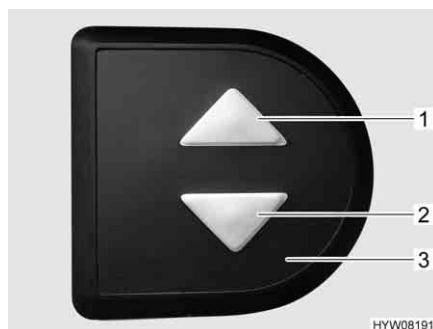

Fig. 89 Elemento di comando (letto basculante)
- Sull'elemento di regolazione (Fig. 89,3) premere contemporaneamente i due tasti freccia (Fig. 89,1 e 2) e tenerli premuti fino a quando il letto basculante non si è spostato completamente verso il basso. Una volta rilasciati i tasti viene emesso un segnale acustico di conferma.
- Sull'elemento di regolazione (Fig. 89,3) premere il tasto freccia inferiore (Fig. 89,2) e tenerlo premuto fino a quando il letto basculante non ha raggiunto la posizione finale in basso.
- Sull'elemento di regolazione (Fig. 89,3) premere il tasto freccia superiore (Fig. 89,1) e tenerlo premuto fino a quando il letto basculante non ha raggiunto la posizione finale in alto.
- Portare leggermente il letto basculante con i tasti freccia (Fig. 89,1 o 2) nella direzione opposta.